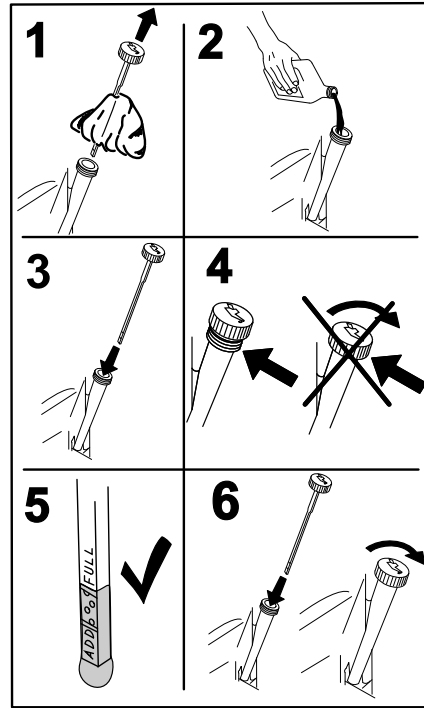

Figura 49
5. Vierta lentamente un 80% aproximadamente del aceite especificado por el tubo de llenado, luego añada lentamente el resto del aceite hasta que llegue a la marca de **Lleno** (Figura 49).